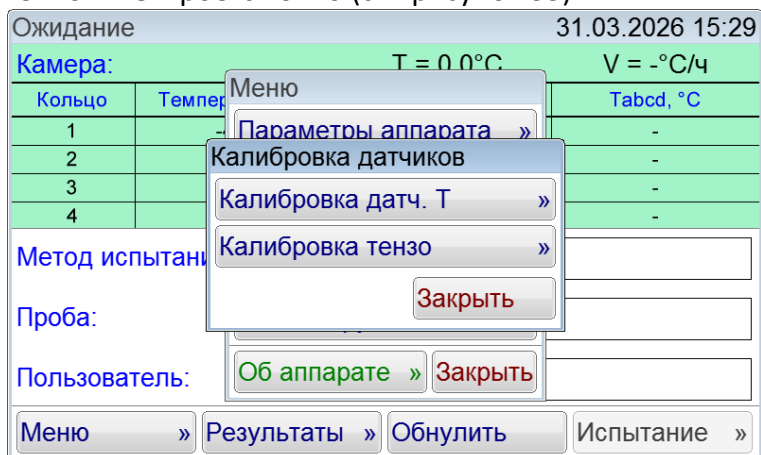

Рисунок 33 – Окно «Калибровка датчиков»
2) Ввести пароль «37201». Откроется окно (см. рисунок 33).